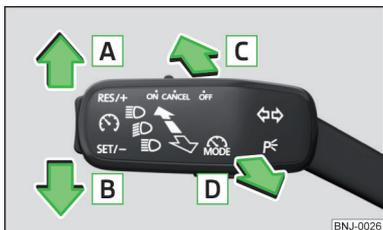

Fig. 42
- Tirez la manette de clignotant et de feux de route (» fig. 42 à la page 64) vers le volant et poussez-la simultanément vers le bas, puis maintenez-la dans cette position.
Réglages de la manette de commande » fig. 42